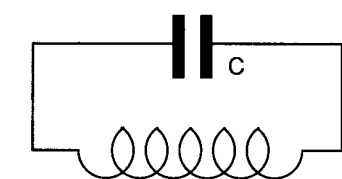

Fig. 1
Quando un circuito con induttanza (L) e capacità (C) collegate in parallelo (fig. 1) viene eccitato da un'energia esterna, a radiofrequenza, l'energia elettromagnetica percorre l'induttore L ed il condensatore C ed assume alternativamente la forma di un campo magnetico (durante la fase di corrente nell'induttanza) e di un campo elettrico (durante la fase di tensione al condensatore).